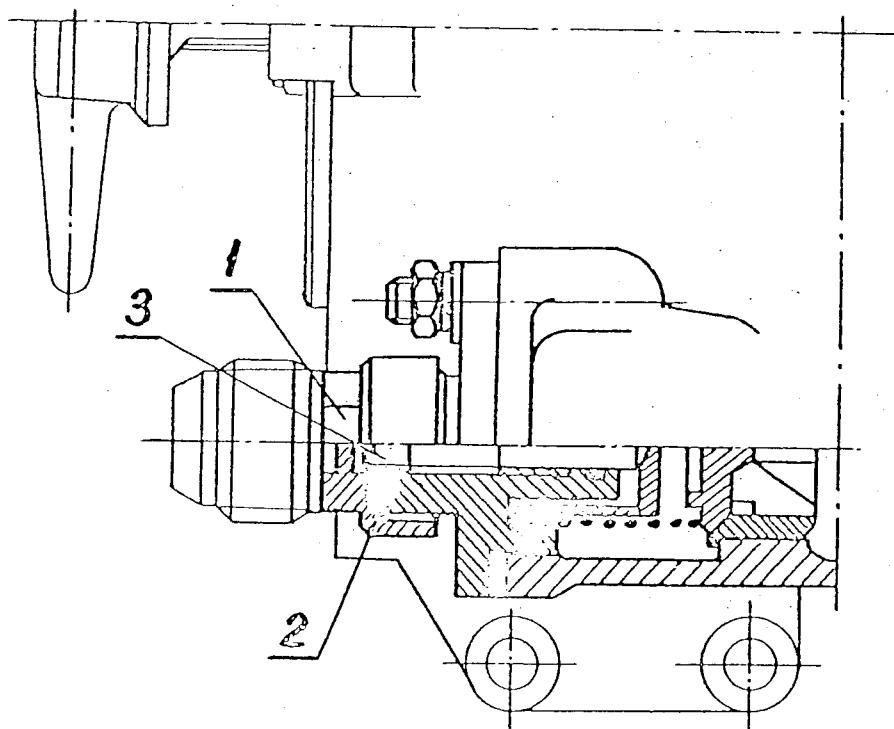

Рис. 9.3. Схема клапана давления масла.
- 7.1. Регулировка производится винтом, расположенным в узле маслобайльфтра (рис. 9.3.).
7.4. Регулировку винта, изменяющего давление масла, производить следующим образом:(см. рис. 9.3.).